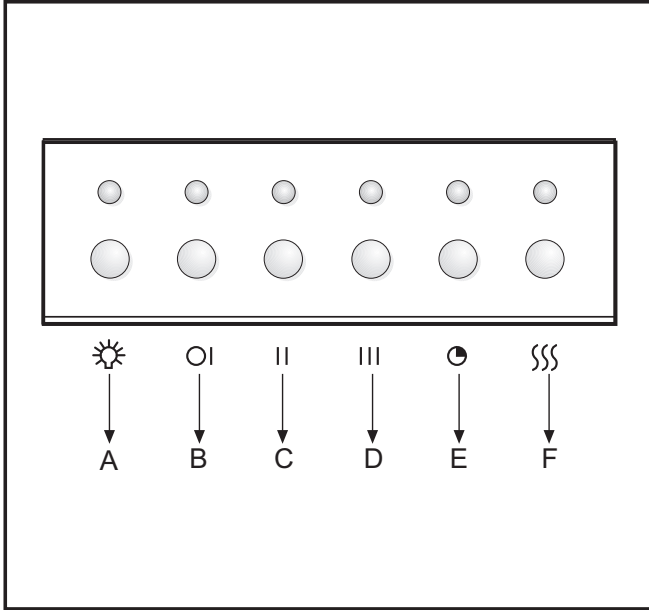

Fig.10
• BEDIENUNG: ELEKTRONISCHE (Abb. 10):